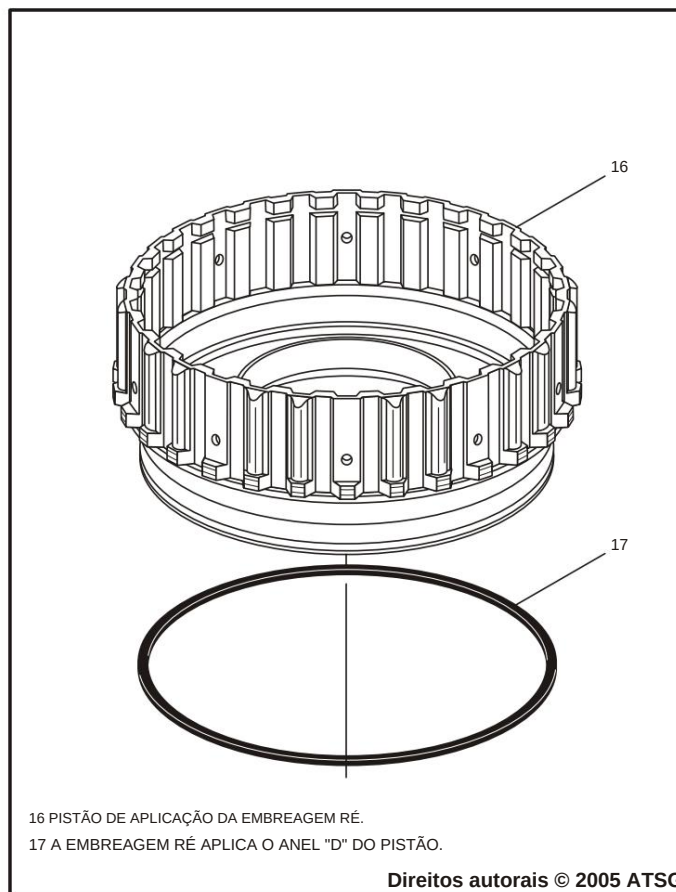

Figura 78
5. Instale um novo anel de vedação externo em "D" no pistão de aplicação da embreagem de ré, conforme mostrado na Figura 78, e lubrifique com uma pequena quantidade de Trans-Jel®.